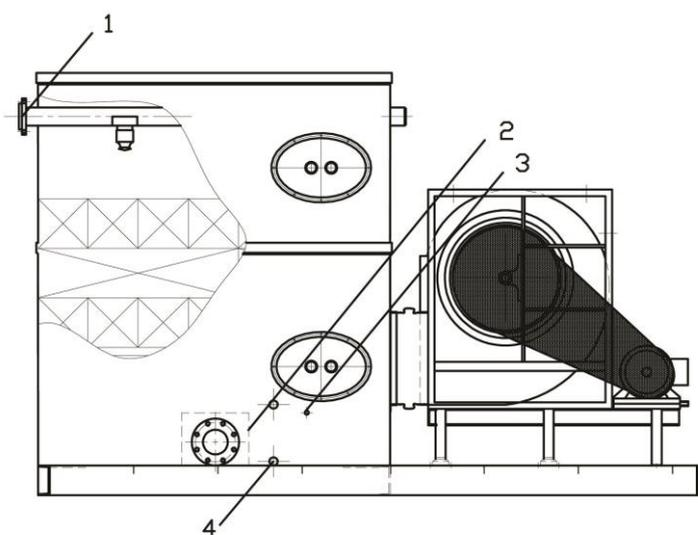

Fig. 8
- Raccordement de la tuyauterie d'entrée (fig. 8/1).
- Raccordement de la tuyauterie de trop-plein (fig. 8/2).
- Raccordement de la tuyauterie d'eau d'appoint de la vanne à flotteur (fig. 8/3).
- Raccordement électrique du moteur du ventilateur (selon le schéma de connexion qui est dans la boîte à bornes), valves magnétiques, thermostats, etc. (fig. 8/4).
- Branchement de la tuyauterie de vidange (fig. 8/4).